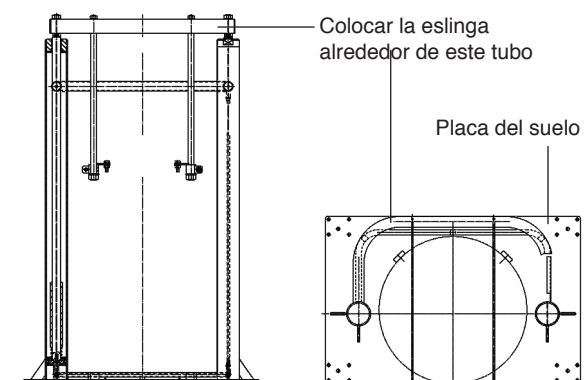

Figura 2.9.1
- Al cargar y descargar la máquina mediante equipos elevadores asegúrese de que tengan una capacidad portante suficiente. Coloque dos eslingas con una resistencia suficiente alrededor del tubo (figura 2.9.1) del bastidor (solo en la prensa martinete de dos puntales o el elevador de dos columnas).